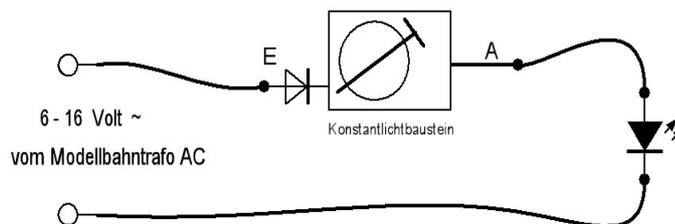

Bild 2: der grundsätzliche Anschluss des Konstantlichtbausteines AC, 7202
- Der Anschluss erfolgt gemäß Bild 2 durch einfaches Einschleifen in die gelbe Leitung zu einem Verbraucher, also zu einer LED. Das silberne Beinchen das direkt an den integrierten Spannungsregler geht und die gläserne Diode daran angebracht ist, ist der Eingang bzw. Plus. Hier wird die Versorgungsspannung, eine **Wechselspannung**, angelegt. Im Bild 1 schön zu sehen, ist es das Beinchen, das gerade zu Fotozwecken von einer Pinzette festgehalten wird.